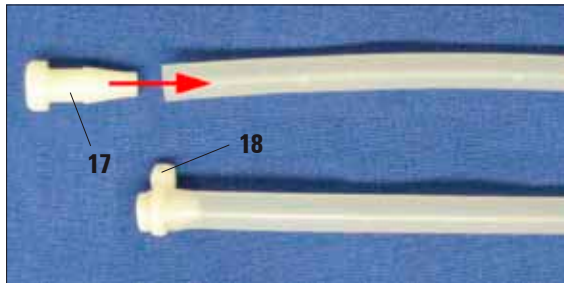

Bild 27
Om bara en eller två sköljstationer behövs måste de slangar som inte används täppas till med en propp (17), se bild 27.
- Detta gör du genom att vrida och trycka proppen hela vägen in i änden på slangen och sedan fästa med buntbandet (18).